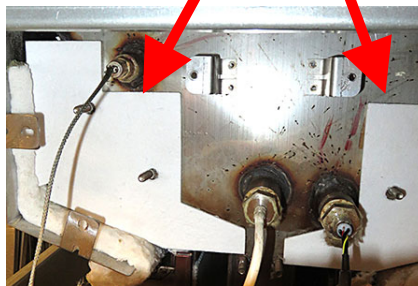

図 48
54. 左右のフロントシール断熱材を交換します (図 48 を参照)。